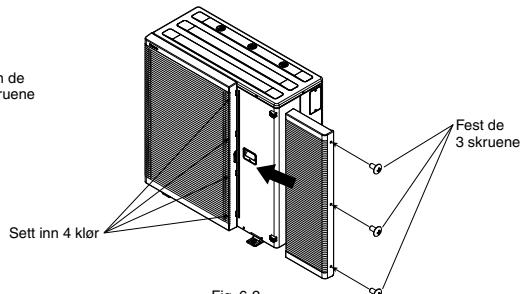

Fig. 6-2
- Sett inn 4 klør i utslippsgrillen (høyre side) og fest de 3 skruene. (Fig. 6-2)